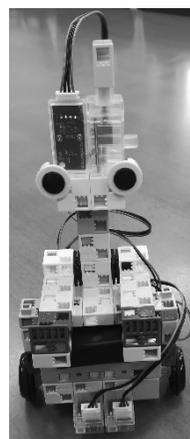

図1 トランスポーターくん Ver. 2
4. 5. では、ArTeC Robo の「トランスポーターくん Ver.2」を生徒1人1人組み立ててもらい、プログラムをロボットに転送してもらった(図1)。